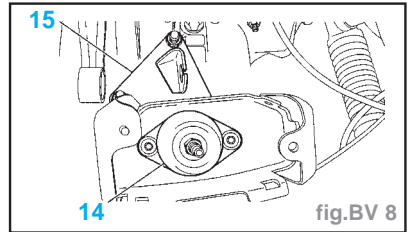

fig. BV 8
- Accrocher la boîte de vitesses en (B).
- Déposer (fig. BV. 8) :
- la cale élastique (14)
- le support (15)